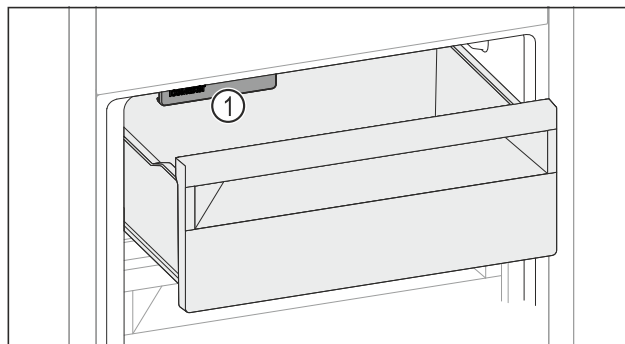

Fig. 167
- Tenere in considerazione l'IceMaker Fig. 167 (1).